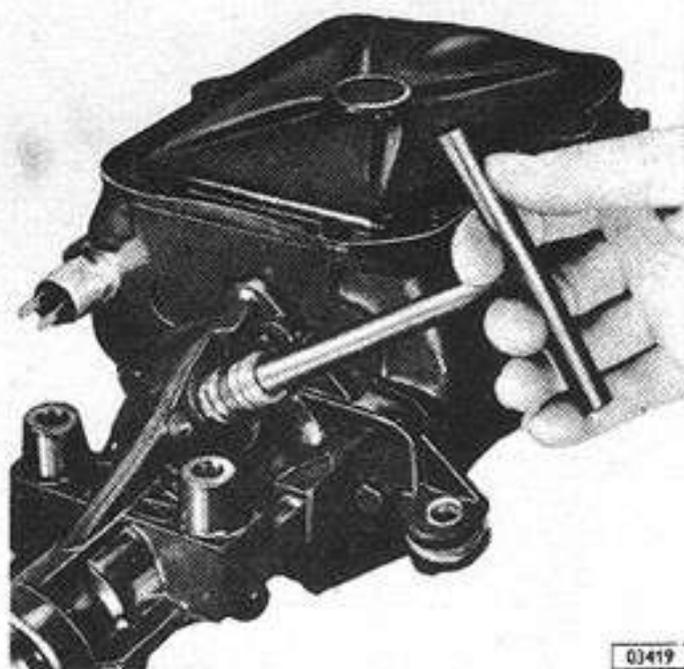

Fig. 4 — Extracción de la carcasa del engranaje conducido del velocímetro
4. Sacar la carcasa del engranaje conducido del velocímetro de la extensión de la caja (Fig. 4).